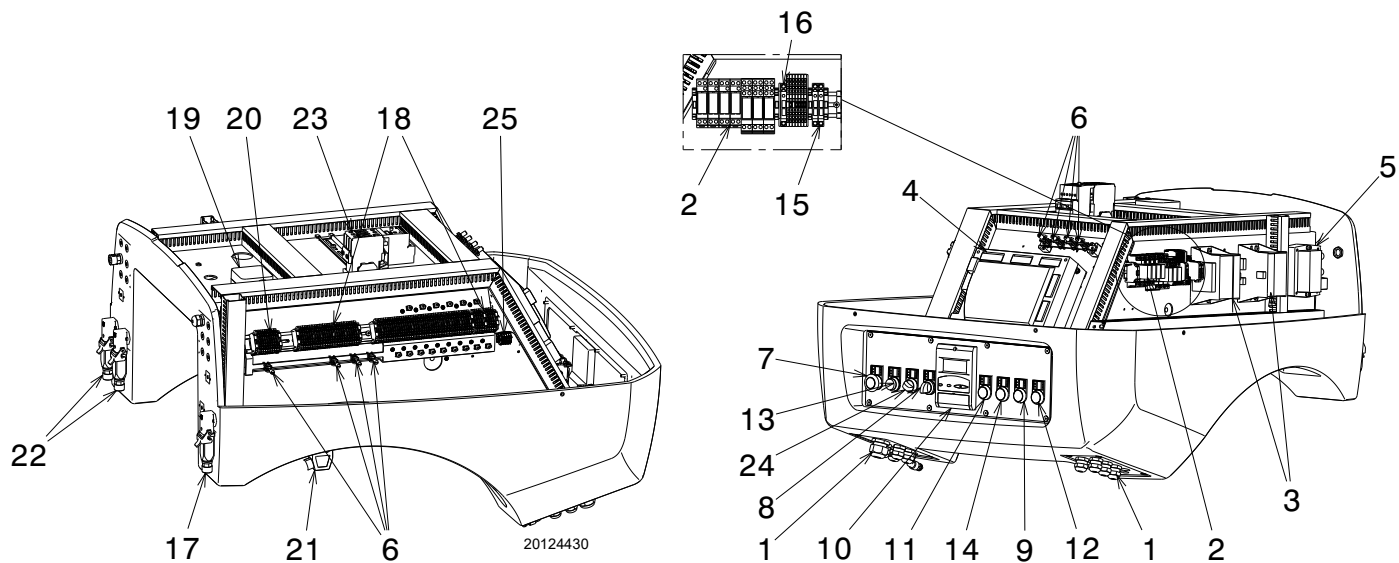

Fig. 6
- **Bloqueo caja de control:** el pulsador encendido (**led rojo**) 13)(Fig. 6) advierte que el quemador está bloqueado. Para desbloquear, presionar el pulsador 13)(Fig. 6) o utilizar la pantalla.